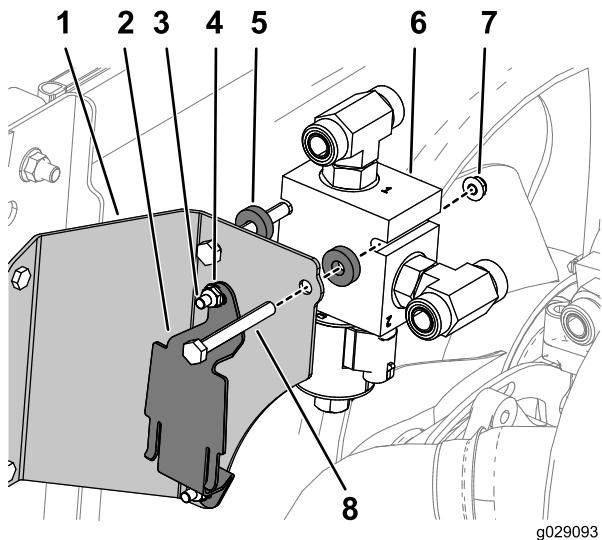

Figura 16
3. Instale o suporte do depósito de expansão do radiador no suporte do conjunto do coletor utilizando dois parafusos ($\frac{1}{4}$ x $\frac{3}{4}$ pol.) e duas porcas ($\frac{1}{4}$ pol.), como se mostra na **Figura 16**.
5. Instale o conjunto do coletor no suporte utilizando dois parafusos (5/16 x 2-¾ pol.), dois espaçadores e duas porcas como se mostra na Figura 16.